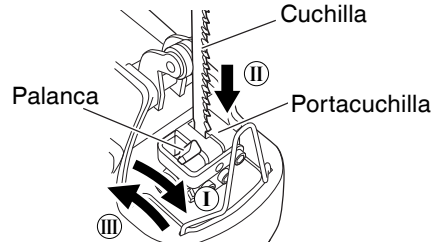

Fig. 2
- (1) Jale la palanca hacia arriba, hasta el tope. (Fig. 2-I)
- (2) Desmonte la cuchilla.
- (3) Inserte la cuchilla nueva hasta el tope del portacuchilla. (Fig. 2-II)
- (4) Libere la palanca. (Fig. 2-III)